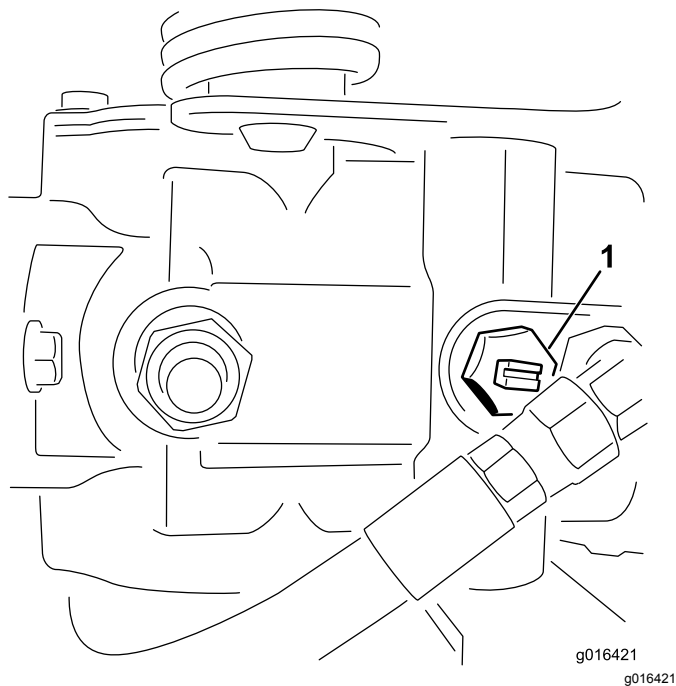

Рисунок 27
- Найдите перепускной клапан на насосе и поверните его против часовой стрелки на два полных оборота (Рисунок 27).
2. Перед пуском двигателя закройте перепускной клапан, повернув его по часовой стрелке на два полных оборота (Рисунок 27).